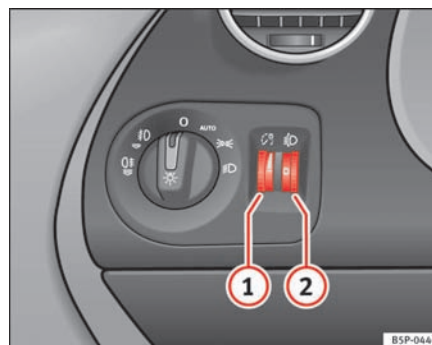

Fig. 75 Instrumentpanel: indstillingshjul til instrument-/kontaktlys og lyslængderegulering ▶
Når lyset er tændt, kan lysstyrken på instrument- og kontaktlyset reguleres trinløst ved at dreje på indstillingshjulet ⇒ side 114, fig. 75 ①.